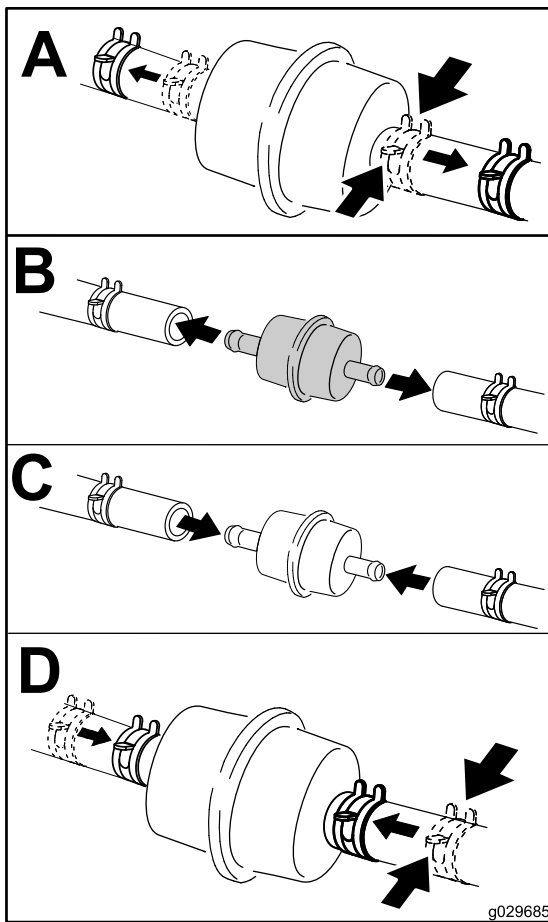

Figure 60
4. Remplacez le filtre à carburant (Figure 60).